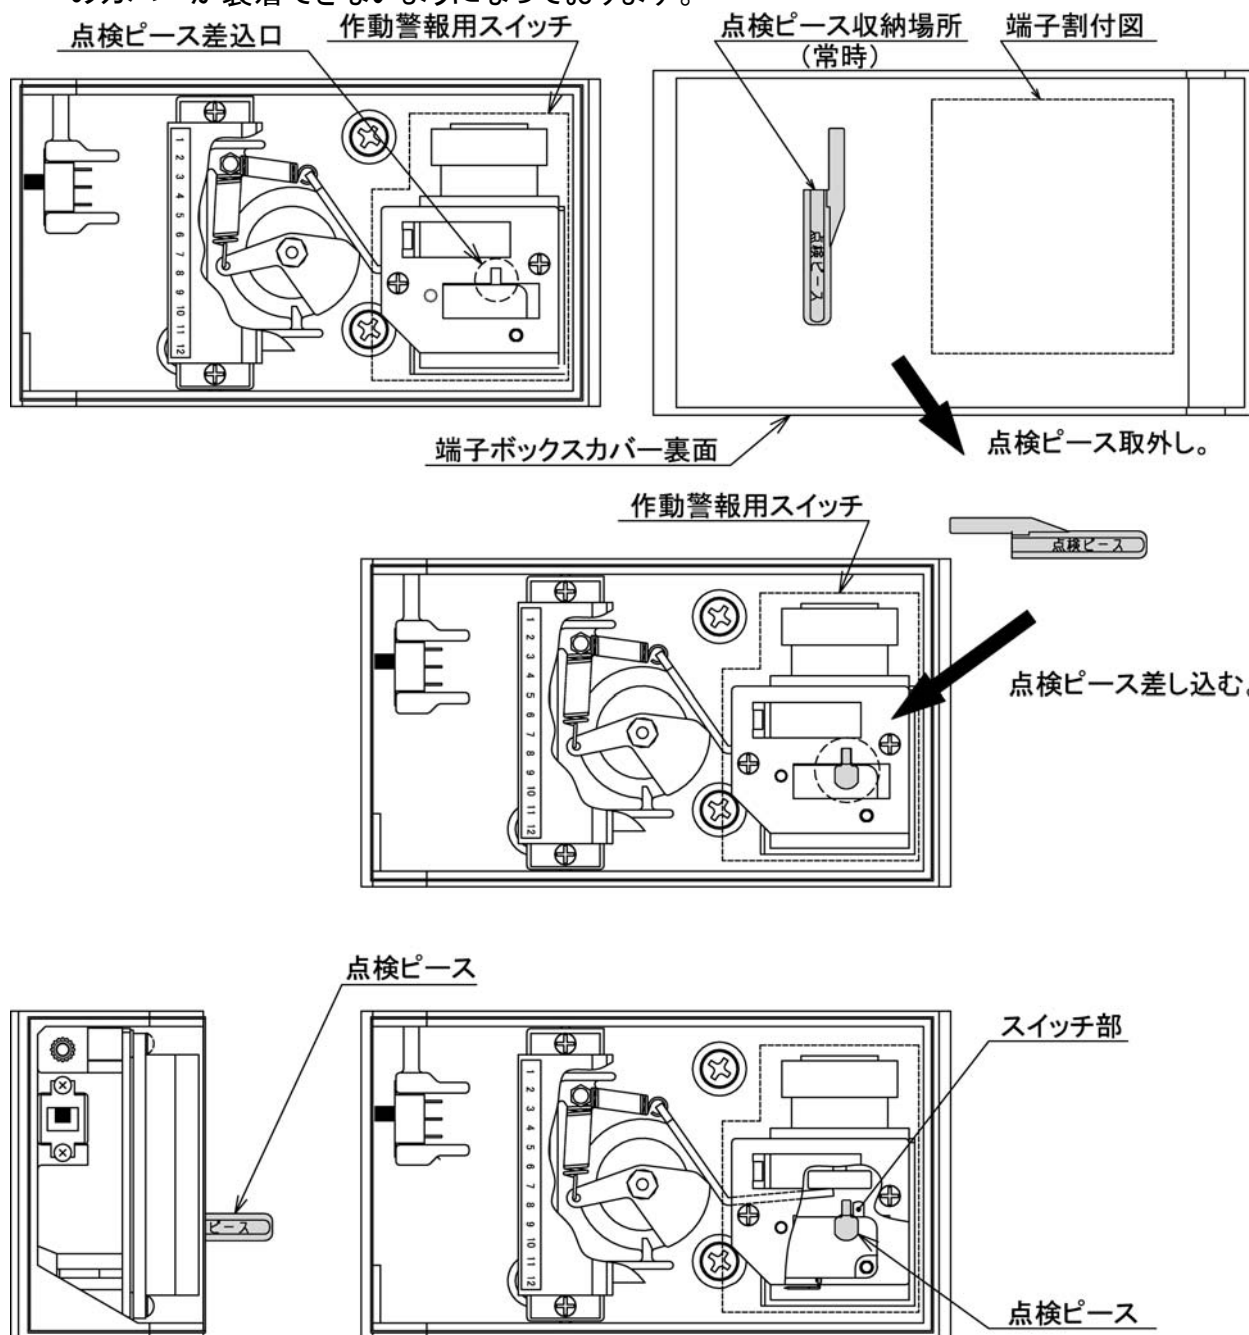

図8. 点検ピースの使用方法
水 張 り	① 配管内の水は、水道水を使用してください。酸、アルカリ、塩分等を含んだ腐食性のある水は絶対に使用しないでください。アラームバルブだけでなく、設備全体に悪影響を及ぼします。 ② 水張りの際、住戸内等に警報を出したくない場合には以下二つの方法での対応が有りますので、状況に応じて選択してください。 【方法1】「住戸内の住宅情報盤及び住棟受信機のどちらにもアラームバルブ作動信号を出さない方法。」 附属の「点検ピース」を端子ボックス内のタイマースイッチ部に差し込んで行う方法を選んでください。10ページの図8に詳しい説明を記載しております。 【方法2】「住戸内の住宅情報盤にアラームバルブ作動信号を出さず、住棟受信機には信号が出る方法。」 端子ボックスの点検スイッチを「点検」側にしてください。 本書で示した結線方法例の場合では、住戸内の住宅情報盤には「アラームバルブ作動信号」を出さずに、住棟受信機には「点検中信号」と「アラームバルブ作動信号」を出す方法となります。必要に応じて関係者への周知・連絡を行ってください。 △ 注意 水張り作業完了後には必ず「点検ピースがタイマースイッチ部に差し込まれていないこと。」及び「点検スイッチが定位側にあること。」を確認してください。 適切な状態以外では、スプリンクラーヘッドが作動してもアラームバルブ作動警報が住戸内等に出ません。 ③ 水張りの際は、制御弁を閉、圧力計元弁(アングル弁)を閉じてからポンプを起動してください。その後、制御弁を徐々に開けて注水し、圧力計元弁(アングル弁)を開けてください。手順を誤ると思わぬ漏水事故等をまねいたり、圧力計が水撃圧力で破損してしまう恐れがあります。 ④ 二次側配管内の空気をできるだけ排出するように注水してください。 ⑤ 水張り作業後、配管内の圧力が所定の値になっているかを確認してください。 ⑥ 配管内の圧力が低下する場合、本製品が異常と思われる場合は、15～16ページの「異常時の処置方法」をお読みのうえ、対処をお願いいたします。
③ 作動警報用スイッチ（10ページの図8参照）
使用方法は、端子ボックスのカバーを外した後、下図8に示すように、アラームバルブ作動警報スイッチのタイマー部分にこの「点検ピース」を差し込みます。